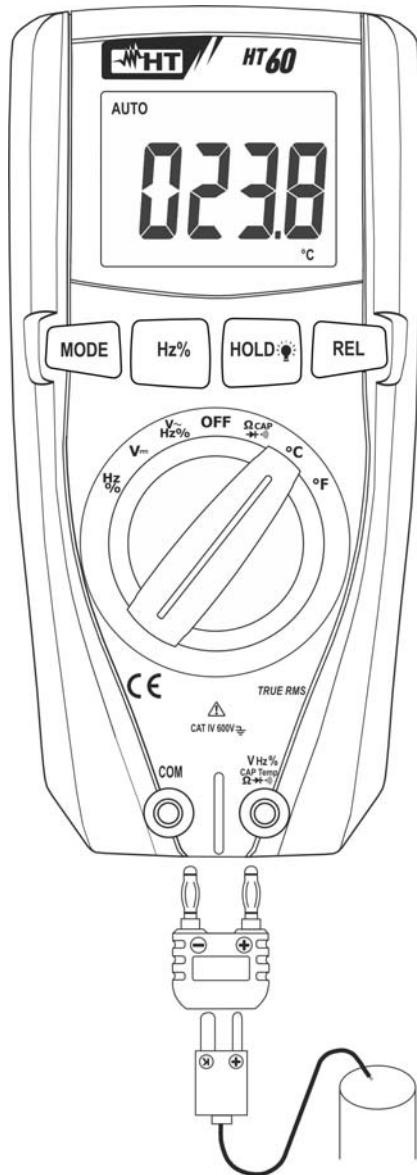

Fig. 8: Uso dello strumento per misura di Temperatura
2. Inserire l'adattatore in dotazione nei terminali di ingresso **VHz%CAPTemp**  $\Omega \blacktriangleright + \cdot \parallel$  (polarità +) e **COM** (polarità -) (vedere Fig. 8)